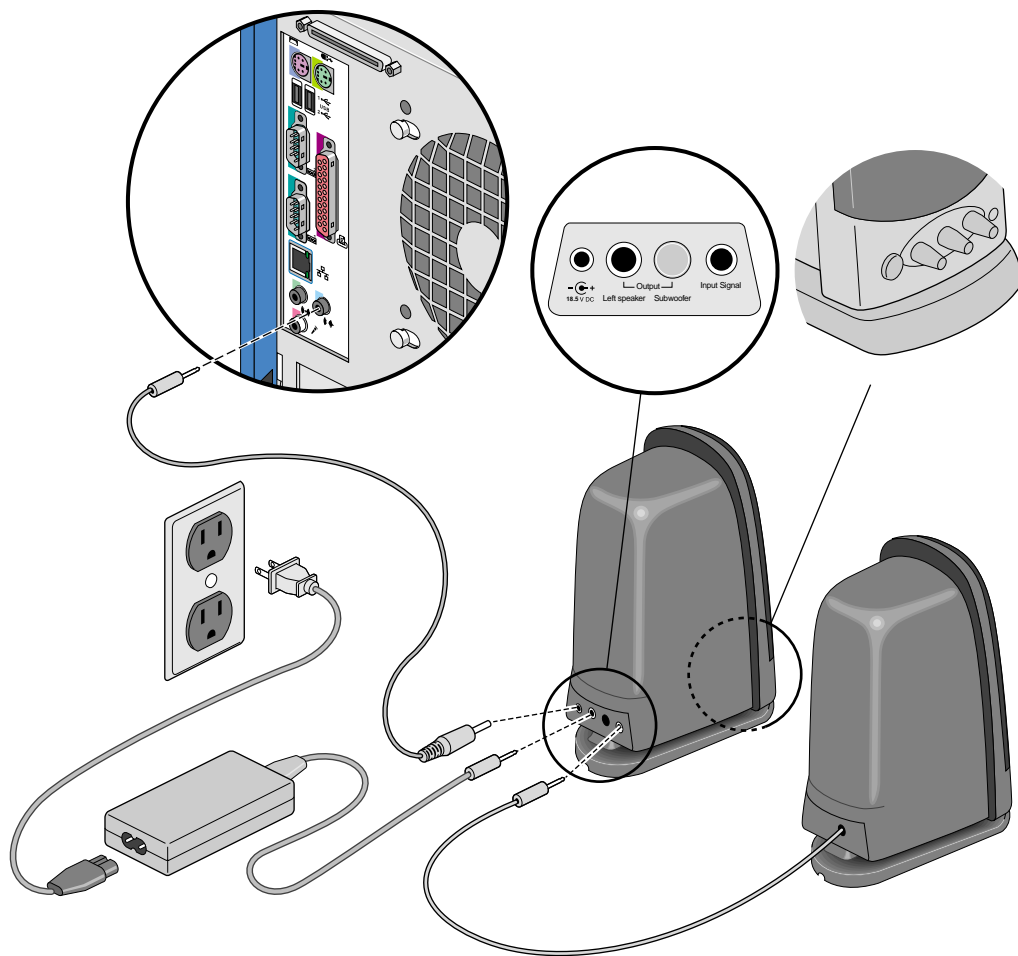

Figure 1-9 Branchement des haut-parleurs
6. Suivre les instructions ci-après pour brancher les haut-parleurs au système, comme le montre la Figure 1-9 :
- d. Brancher le câble qui relie le haut-parleur de droite au haut-parleur de gauche, comme le montre la Figure 1-9.